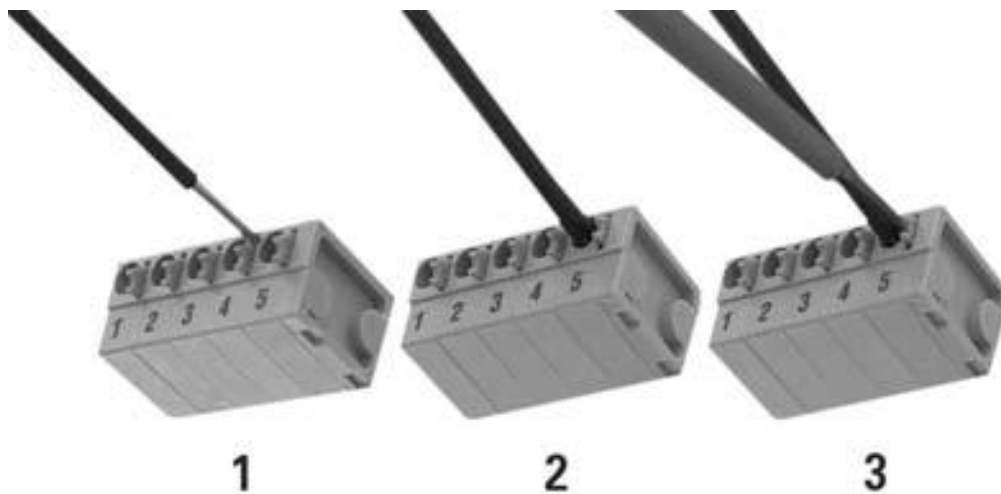

Abb. 1 Anschließen und Lösen der Leitungsverbindungen
- Schließen Sie die Leitungen gemäß dem Anschlussplan an (Anschluss der Federkraftklemmen siehe Abb.1). Befestigung über Dosenschrauben oder Schrauben und Dübel außen.